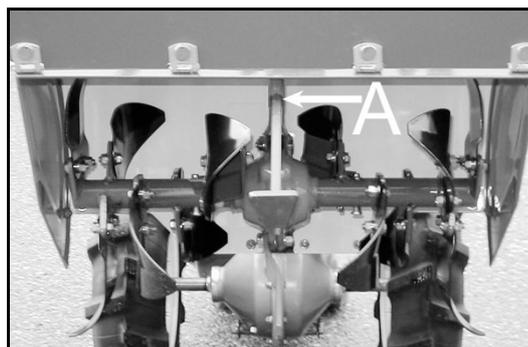

Figure 20-1
- Le puits de la béquille de terrage (repère A, figure 20-1(SF600),20-2(SF600D)).